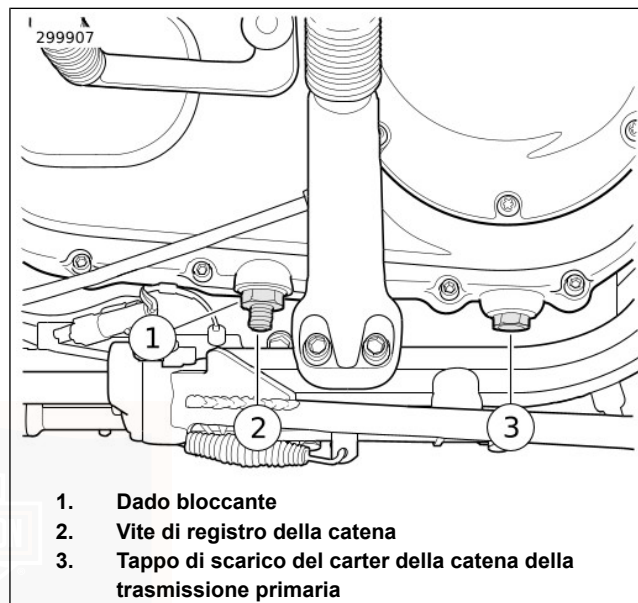

Figura 45. Registro della catena della trasmissione primaria: Modelli Sportster
1. Vedere Figura 45. Allentare il dado bloccante (1).
2. Girare in senso orario (verso l'interno) la vite di registro della catena (2) per ridurre il gioco libero o in senso antiorario (verso l'esterno) per aumentarlo. Il gioco libero deve rientrare nei limiti specificati. Vedere Tabella 31.